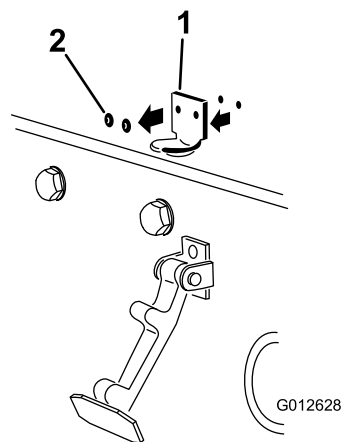

図 17
2. フードラッチブラケットをフードに固定しているリベット2本を外す 図 17。フードからフードラッチブラケットを外す。